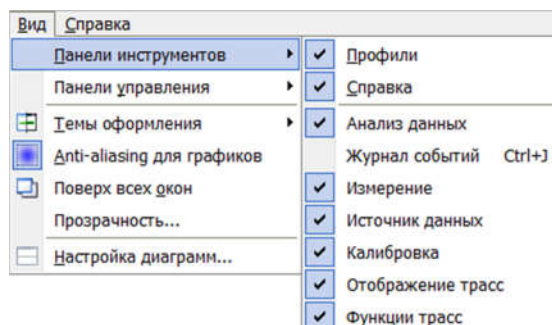

Рисунок 2.51 – Меню «Вид»
2.3.2.5.1 Во вкладке «Вид» главного меню¹⁾ потребителю предоставляется возможность настройки отображения объектов ПО «Graphit P4M» (рисунок 2.51).